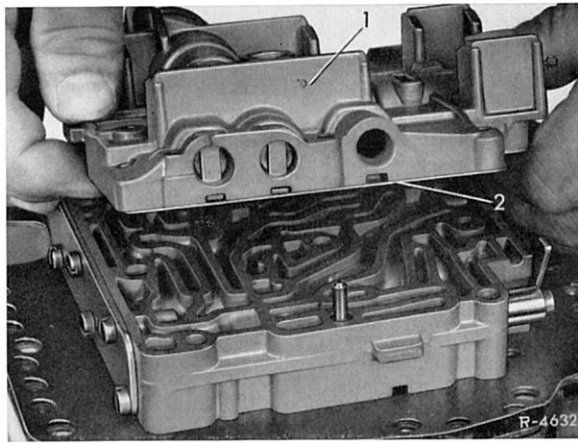

Bild 27-8/15
23 Zwischenblech (2) und Oberteil (1) fest zusammenhalten, umdrehen und auf das Unterteil aufsetzen (Bild 27-8/15).